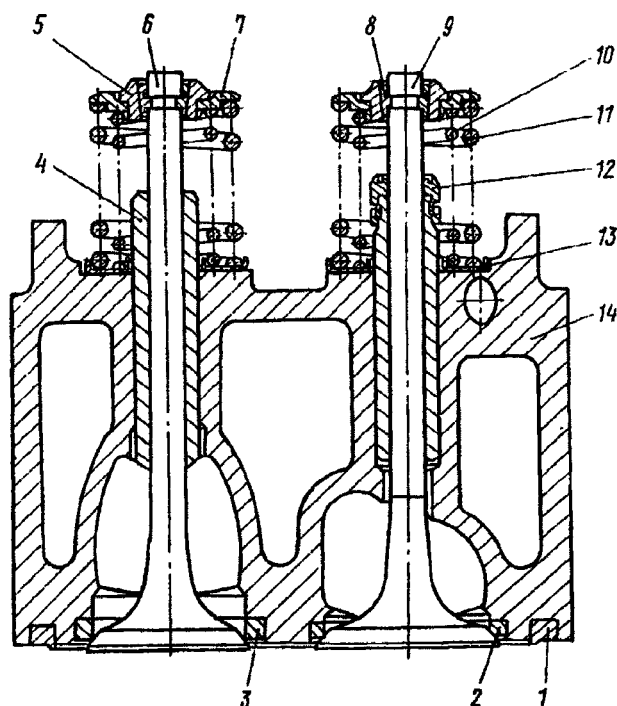

Рис. 13. Головка цилиндров с впускным и выпускным клапанами:
3. Сожмите пружины 10 и 11 (рис. 13) клапана до полного выхода сухарей 8 из конуса втулки 5 и снимите сухари	»